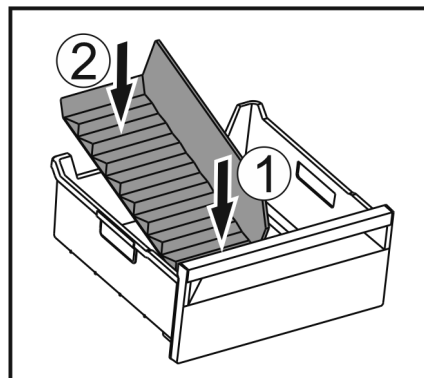

Fig. 147
- ▶ Włożyć przednią część separatora do szuflady na lód. Fig. 147 (1)
- ▶ Tylną część separatora do szuflady na lód opuścić na dno szuflady. Fig. 147 (2)